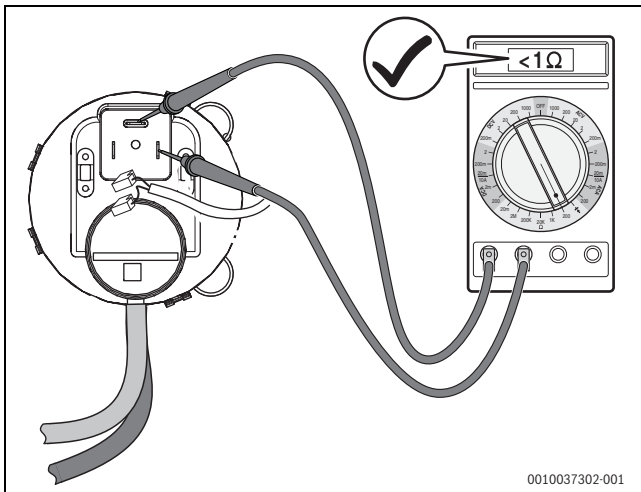
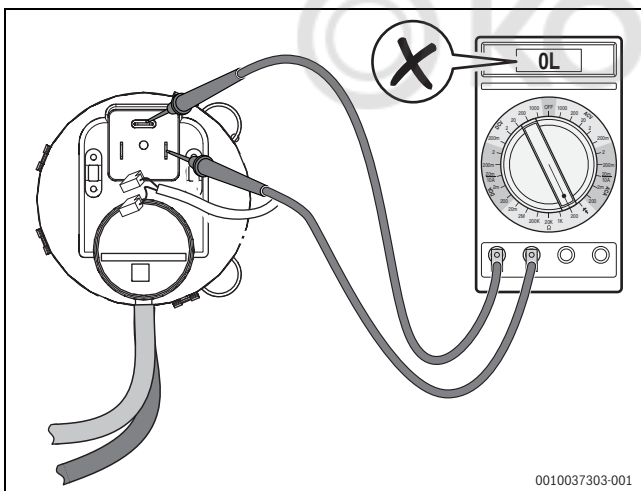

Рис. 82 Проверка проводимости дифференциального реле давления (реле в порядке)
Рис. 83 Проверка проводимости дифференциального реле давления (реле **неисправно**)
| V или V | 8L | 534 | Отсутствует достаточное подаваемое давление газа. Сработал ограничитель давления дымовых газов. Сработало дифференциальное реле давления. Дифференциальное реле давления неисправно. | Внутренняя группа безопасности котла (ограничитель давления дымовых газов, дифференциальное реле давления, система контроля клапанов) открыта (→Рис. 88, стр. 74) | <p>Проверьте, открыт ли газовый кран.</p> <p>Проверьте, имеется ли давление газа.</p> <p>Проверьте, сработал ли ограничитель давления дымовых газов.</p> <p>Если ограничитель давления дымовых газов сработал, то проверьте подключения и герметичность системы отвода дымовых газов!</p> <p>Проверьте наличие загрязнений или блокировки каналов подачи воздуха для горения/отвода дымовых газов (возможно загрязнение фильтров, если имеются).</p> <p>Проверьте газовый фильтр на загрязнение.</p> <p>Проверьте включение дифференциального реле давления (→Рис. 82, стр. 68).</p> <p>Проверьте, сработала ли система контроля клапанов.</p> | <ul style="list-style-type: none"> ▶ Измерьте давление газа. ▶ После разблокировки ограничителя давления дымовых газов найдите причину срабатывания, проверьте стержень горелки, проверьте положение запального электрода, проверьте состояние запального электрода, проверьте запальную искру, проверьте контакты провода розжига. ▶ После срабатывания ограничителя давления дымовых газов проверьте котел на предмет негерметичности и повреждений (например воздушную заслонку, смотровое окно, завихритель, воздушный шнек, штаб горелки, крышка люка для очистки конденсатной ванны и система отвода дымовых газов, а также клапан дымовых газов при наличии). ▶ Выполните продувку штаба горелки против направления течения. ▶ При применении комплекта дополнительного оборудования «Воздушный фильтр» проверьте, не загрязнен ли фильтр. Для этого извлеките PWM-штекер вентилятора и при работающем вентиляторе проверьте, виден ли индикатор желтого цвета индикации уровня заполнения корпуса воздушного фильтра. Если виден, то замените фильтр. ▶ Проверьте дифференциальное реле давления (→ глава 16, стр. 67). ▶ При необходимости замените газовый фильтр. ▶ При необходимости замените газовую арматуру. |
- ▶ Отсоедините электрические провода на дифференциальном реле давления и измерьте сопротивление на контактах (→Рис. 82). Если измеренное значение $< 1 \text{ Ом}$, то дифференциальное реле давления в порядке. Если сопротивление равно нулю или $> 1 \text{ Ом}$ (→Рис. 83), то замените дифференциальное реле давления.